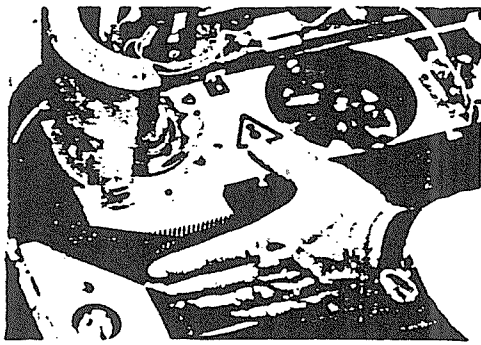

FIG.9
- .. Placer l'ensemble BANDE-RECEPTACLE de façon à ce que le JONC (7) de la bande repose sur le dessus des poulies (6).
- .. Glisser le JONC (excroissance caoutchouc à l'interieur de la bande) dans la gorge de la POULIE DROITE, en poussant le receptacle selon flèche (1) et en appuyant suivant flèche (2).
- .. De la même façon avec la POULIE GAUCHE en poussant selon flèche (3) et en appuyant suivant flèche (4).
- .. Tendre la bande d'impression en tournant le levier (5) dans le sens inverse des aiguilles d'une montre
- .. Verifier la position du JONC en tournant les poulies dans le sens inverse des aiguilles d'une montre (fig.9).